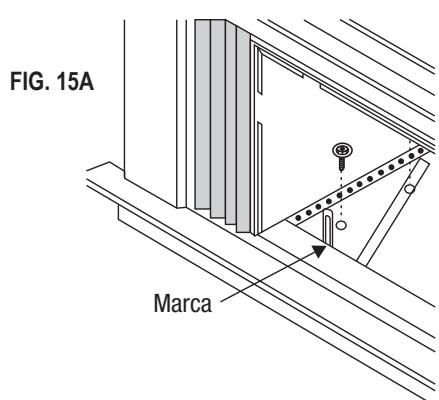

FIG. 15A
- Sostenga cada soporte de sujeción nivelado con la parte exterior del umbral y ajuste la parte inferior del gabinete, como se muestra en la Fig. 15A. Marque los soportes en la parte superior del umbral y retírelos.